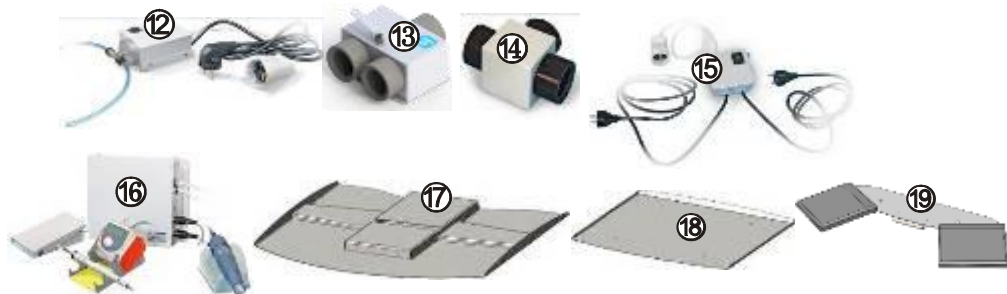

Рис.3
Поставка по дополнительной заявке (рис.3)
5.3 Дополнительные устройства и принадлежности, рис.3,4